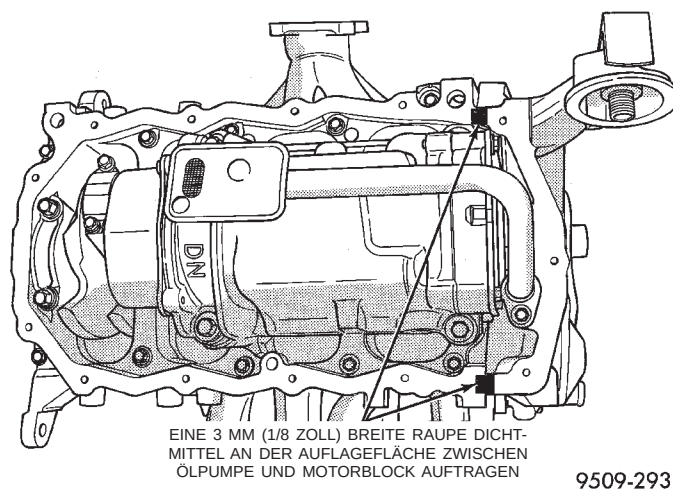

Abb. 59 Ölwanneabdichtung
- (1) Mopar Silikon-Dichtkleber oder ein gleichwertiges Produkt an der Auflagefläche zwischen Ölpumpe und Motorblock auftragen (Abb. 59).